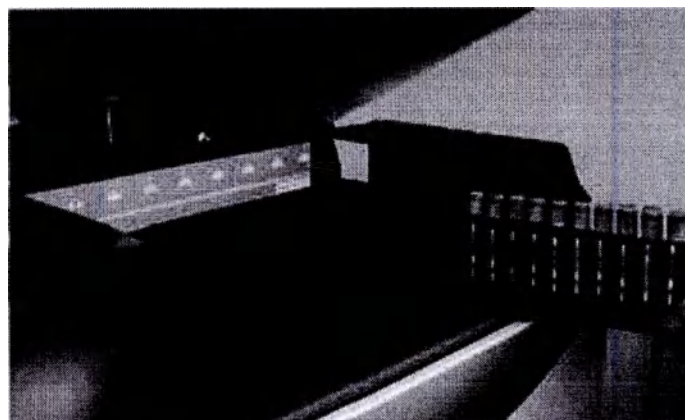

Рисунок 30. Установка штативов
2. Вставьте штативы в соответствующие отсеки, следуя инструкциям на наклейке с левой стороны внутренней панели (см. рисунок 30);